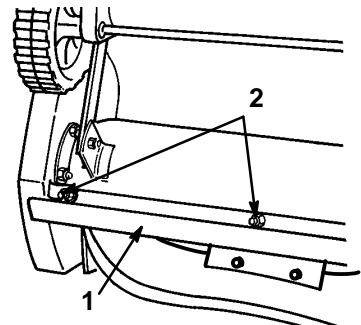

Figure 16
4. Retirer les 3 boulons de carrossier et écrous de fixation de la lame racleuse (Fig. 16).